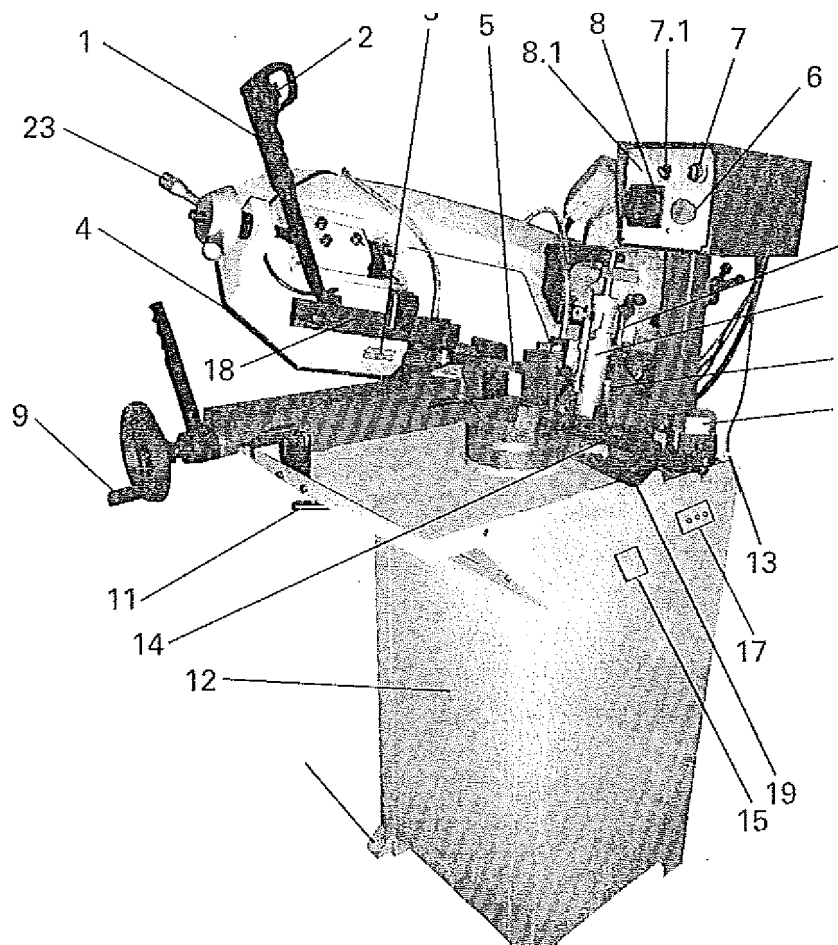

FIG. 1 — Composants principaux
La machine porte une plaque signalétique (17, FIG. 1) indiquant le modèle, le numéro de série, la tension et la puissance. Indiquez toujours ces données lors de toute demande d'assistance ou de pièces de rechange.
Fixez la machine au sol par les trous d'ancrage (16, FIG. 1) avec des chevilles filetées adaptées.
Remplissez le réservoir (13, FIG. 1) avec une émulsion d'eau et d'huile soluble de coupe, diluée selon les indications du fabricant du liquide (habituellement autour de 10 % d'huile). Vérifiez que le débit arrivant à la zone de coupe est suffisant pour maintenir le ruban lubrifié.
- 1) Vérifiez que le ruban défile dans le sens de la flèche (3, FIG. 1) et que les dents sont correctement orientées.
- 2) Montez la barre de blocage (14, FIG. 1) dans son logement et bloquez-la.